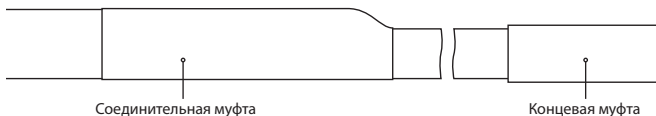

Рис. 18
4.2.6. Окончательный вид соединительной и концевой муфт (см. рис. 18).